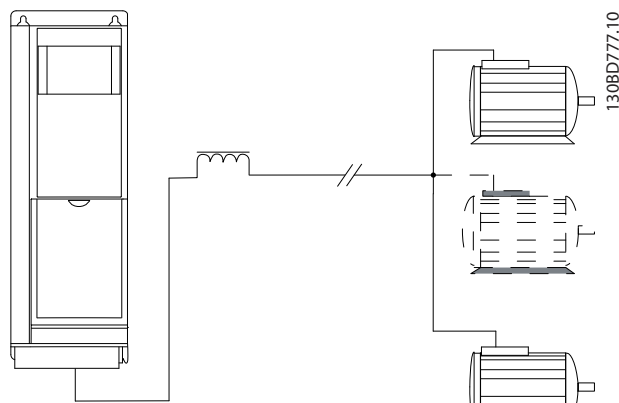
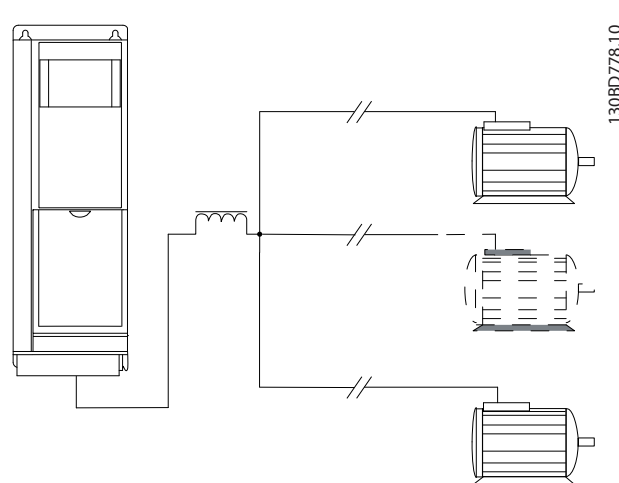

Bild 3.14 Parallellkablar med belastning
Bild 3.15 LC-filter för långa parallellkablar
- Den totala motorkabellängd som anges i *Tabell 3.4* är godkänd så länge som parallellkablar hålls korta (mindre än 10 meter var), se *Bild 3.14* och *Bild 3.15*.
- Var uppmärksam på spänningsfall längs motorkablarna, se *Bild 3.15*.
- Använd LC-filter för långa parallellkablar, se *Bild 3.15*.